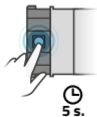

Abb. 6b
- Drücken Sie für 5 Sekunden die **PROGRAMMIERTASTE** im Stellantrieb - Abb. 6b;